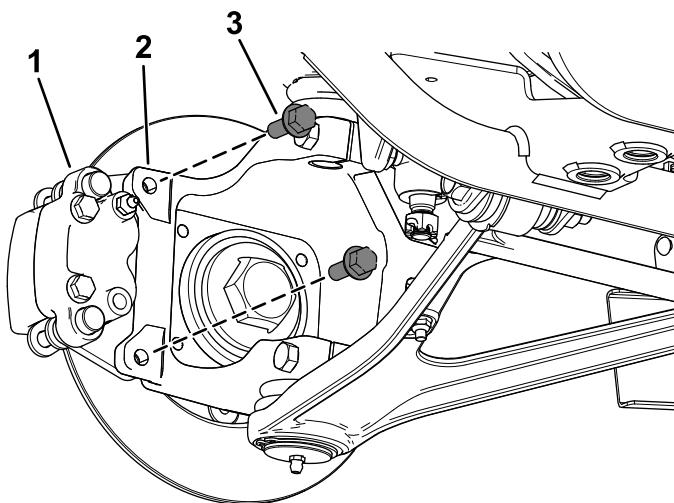

Рисунок 9
5. Установите новый узел суппорта тормоза на поворотные кулаки рулевого управления и задние мосты, используя два ранее снятых болта с фланцевыми головками (3/8 x 1 дюйм), как показано на Рисунок 9.